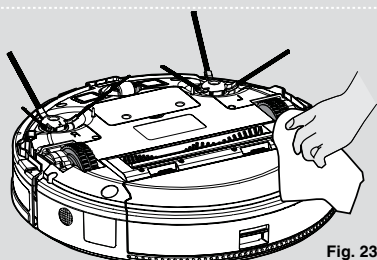

Fig. 23
3. Rengør hjulene med en tør klud. [Fig. 23]